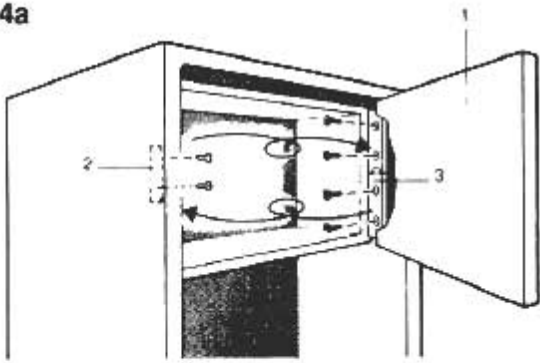

Fig. 5
- Fixer le joint 1 livré avec l'appareil, sur le côté opposé à la charnière (fig. 5).